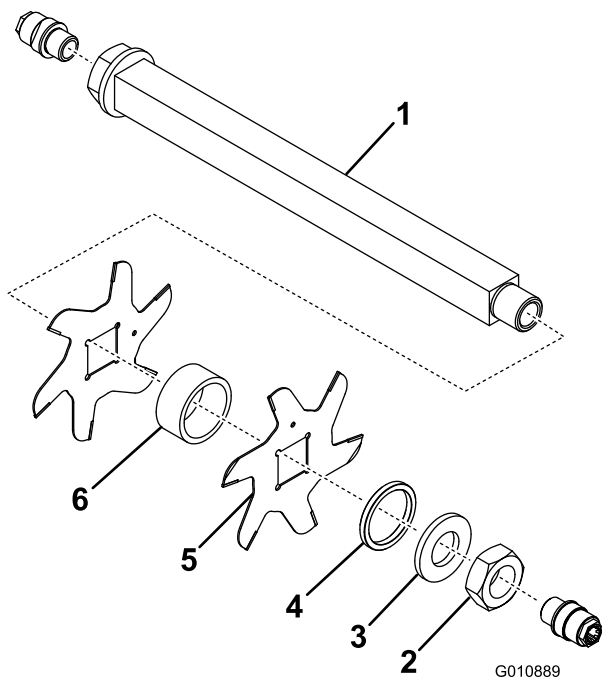

Figura 11
3. Retire o espaçador pequeno, a anilha, as lâminas e os espaçadores grandes. Limpe e lubrifique o eixo quadrado com uma leve camada de massa para facilitar montagem (Figura 11).